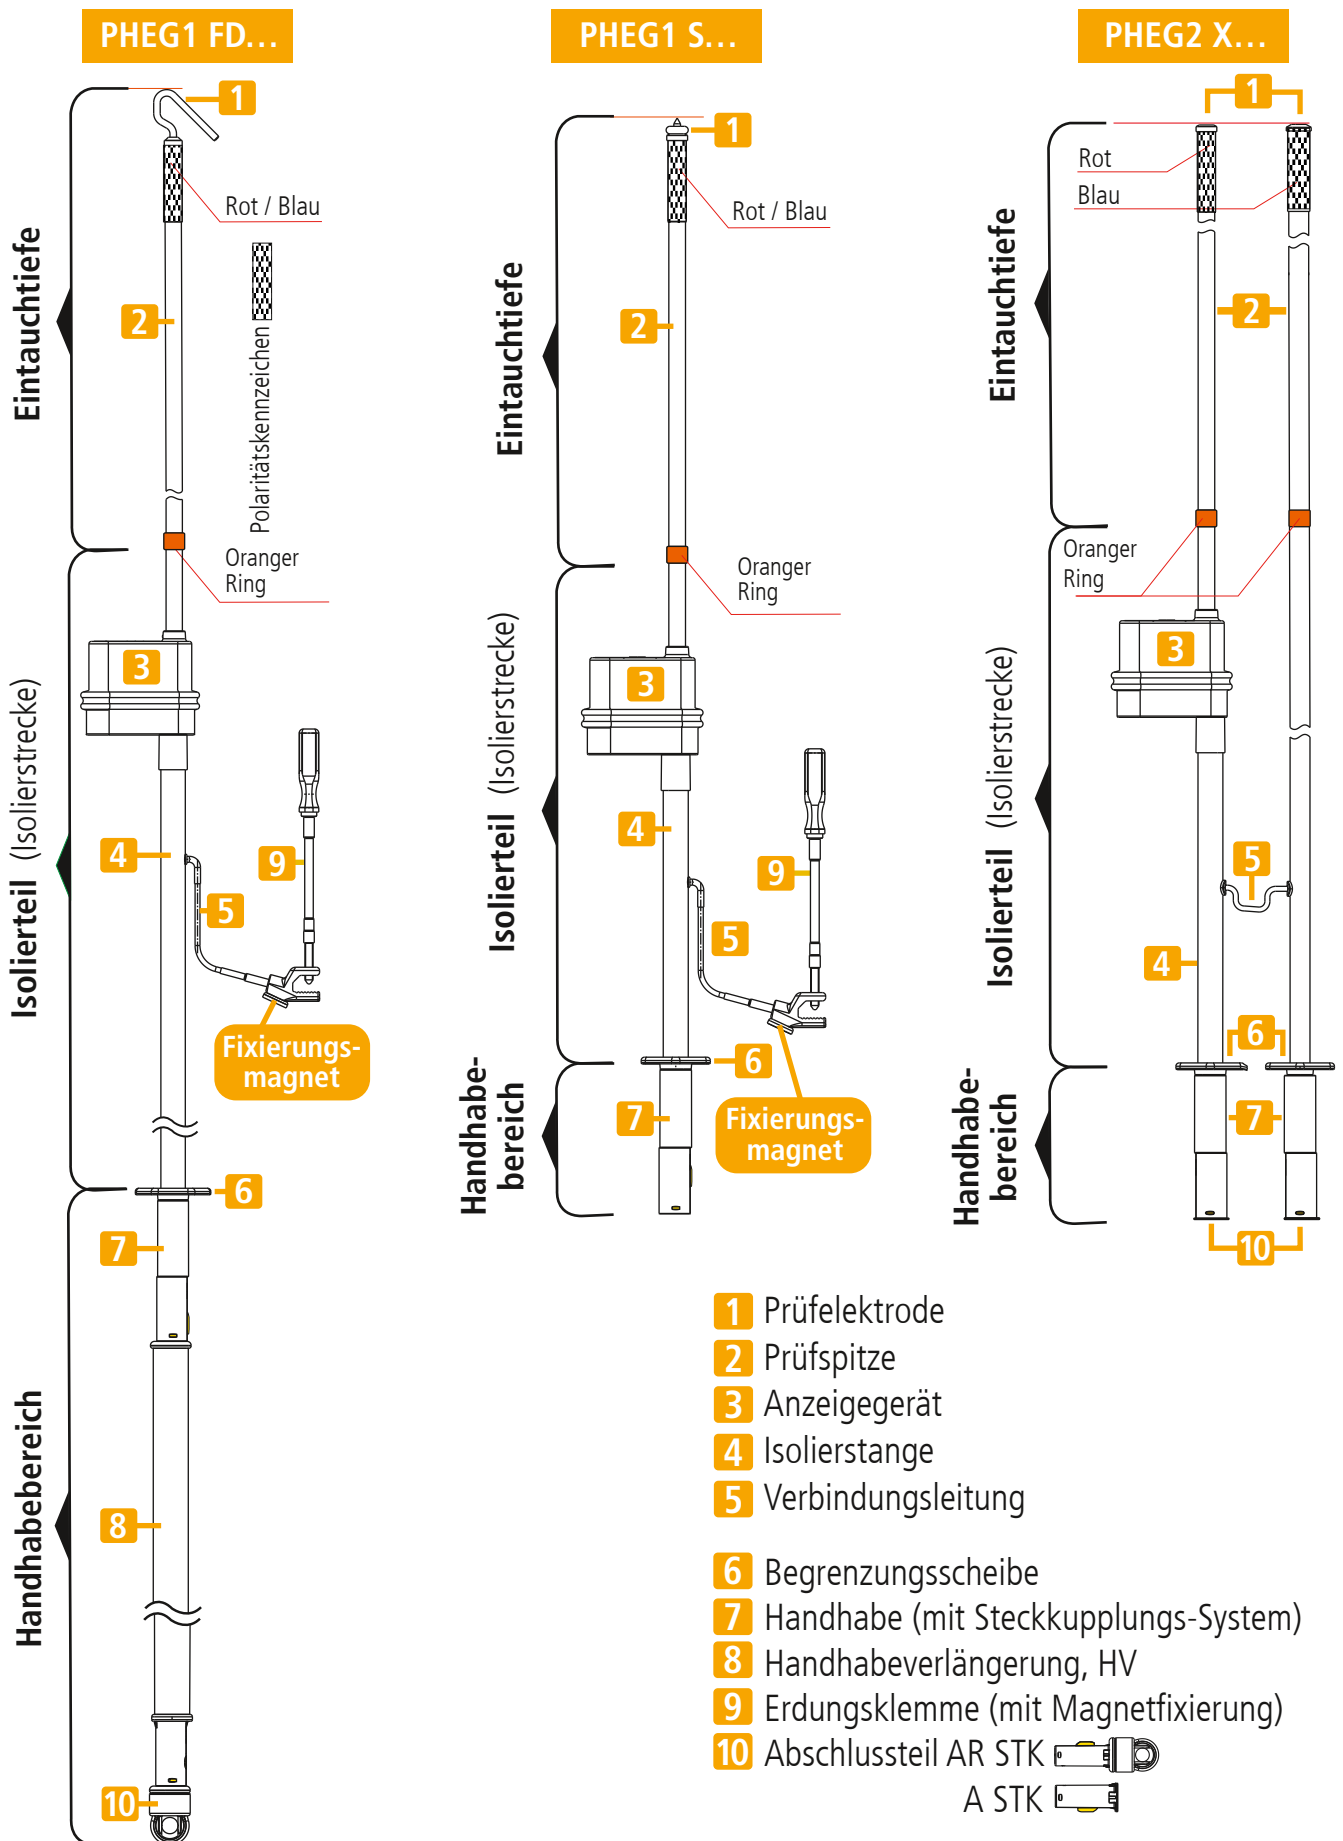

Fig. 1 Ausführungsformen
Spannungsprüfer der Typen **PHEG...** sind mehrteilig (siehe Pkt. 4 Handhabung / Zusammenbau, Fig.1).
4. Handhabung / Zusammenbau (siehe auch Fig. 1, Seite 5)
Prüfkopf PHEG... und Isolierstange IS M12... dürfen nur wie auf Seite 5 (Fig. 1) dargestellt zusammengebaut und benutzt werden.